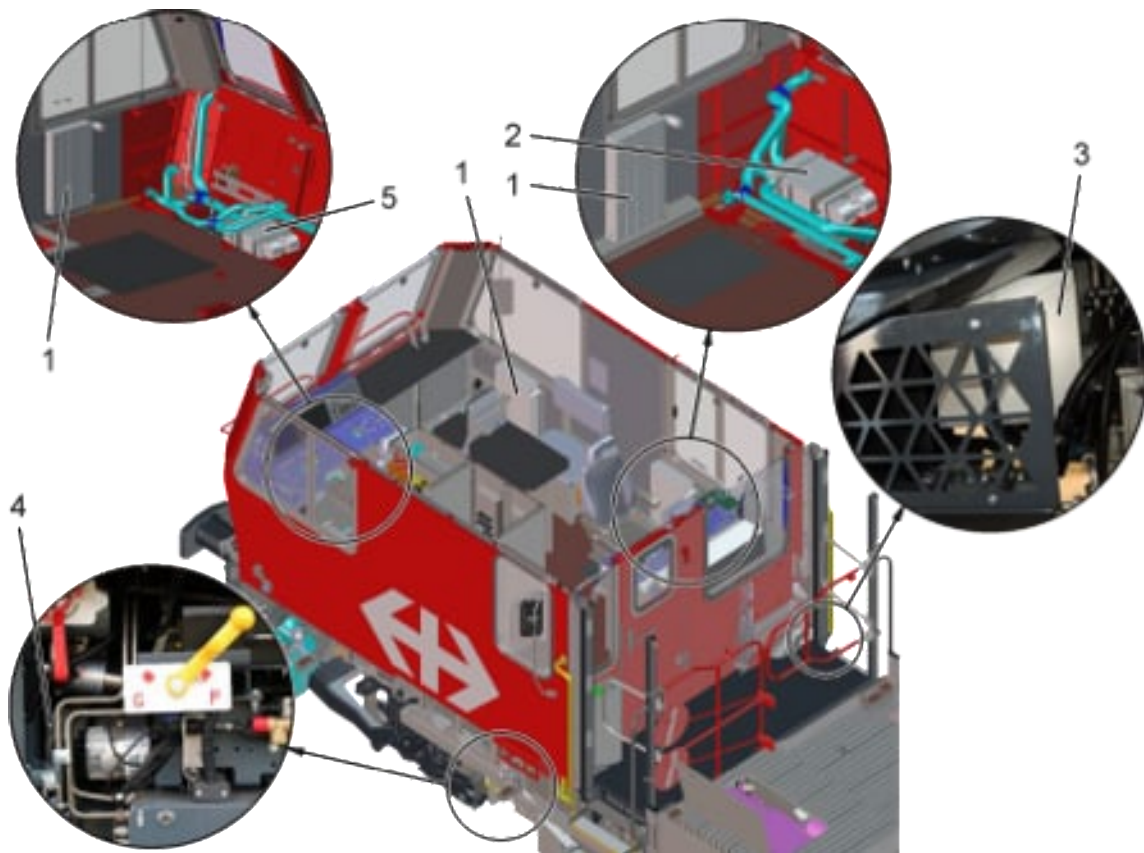

Abb. 53: Heizungsanlage
30 Sekunden nach Aktivierung dieser Betriebsart wird der Umluftbetrieb der Klimaanlage aktiviert. Das Heizungs- und Belüftungsmodul (Wärmetauscher), siehe Abb. 53 (2 und 5), arbeitet nur mit Umluft und bleibt daher, falls vorgewählt, durchgehend aktiv.
Zum Aufheizen der Fahrzeugkabine ist eine Warmwasser-Kabinenheizung eingebaut, die durch ein elektrisch- bzw. dieselbetriebenes Heizgerät, siehe Abb. 53 (3 und 4), sowie Motorabwärme vom Haupt- und Arbeitsdieselmotor versorgt wird. Die Dieselmotoren werden ebenfalls über das von der Heizung erwärmte Kühlmittel vorgewärmt.
Unter jedem Führerpult ist ein Heizungs- und Belüftungsmodul eingebaut, siehe Abb. 53 (2 und 5). Bestehend aus Wärmetauscher mit Gebläse, das Warm- oder Kaltluft zu den einzelnen Düsen der Scheibenheizung, der Fussraumheizung oder zum Fahrer fördert. Bedienung der Luftverteilung erfolgt mittels eines Umschalters am Führerpult, siehe Abb. 54 (1).
Des Weiteren sind drei Konvektionsheizkörper, siehe Abb. 53 (1) in der Kabine eingebaut. Die Konvektionsheizkörper (1) mit fest eingestellten Thermostaten (Grundeinstellung ca. 18 °C) werden nach Zuschaltung der Warmwasserheizung durch den Klimaregler angesteuert.